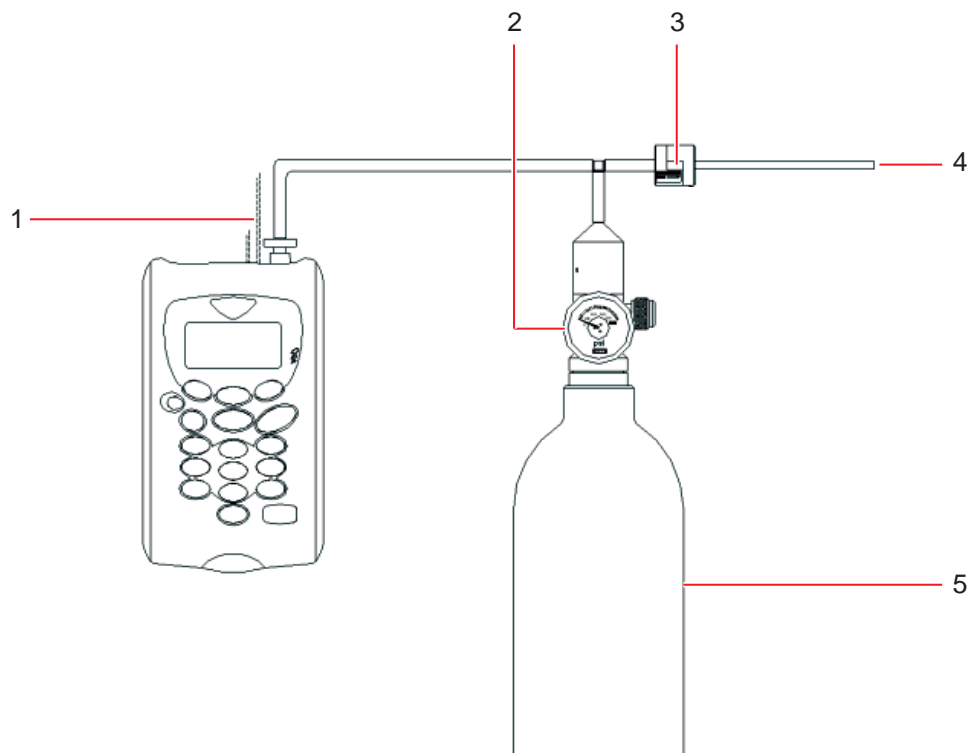

Fig. 5-20: configurazione della calibrazione
1. Se è necessario effettuare un'impostazione del punto Zero con aria, passare alla fase 2. Invece, per effettuare un'impostazione del punto Zero come raccomandato con N₂ o il kit del filtro per la calce sodata, premere il tasto numerico **1** ("1-Zero con N₂") e collegare il N₂ al 100 % all'ingresso del gas dello strumento (vedi Fig. 4-3 a pag. 17) e (Fig. 5-20 a pag. 42).